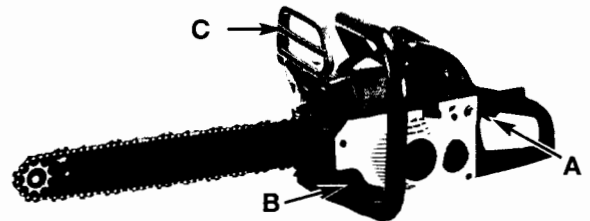

Fig. 3
1. Mélangez l'essence avec l'huile (A, Fig. 3). Remplissez le réservoir de carburant avec le mélange essence/huile. Voir *Instructions de mélange de l'huile et de l'essence*.
2. Remplir le réservoir à huile (B) avec une huile à chaîne et guide-chaîne appropriée (Fig. 3).
3. S'assurer que Chain Brake® est déclenché (C) avant de mettre l'outil en marche (Fig. 3).